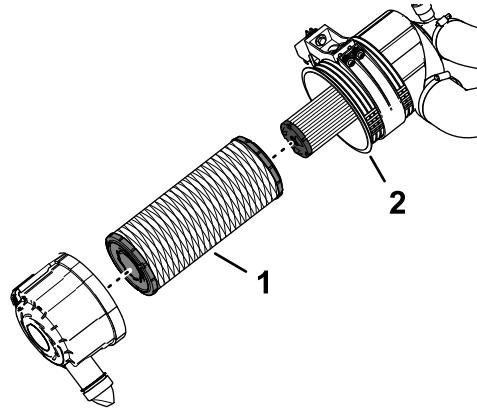

**Figura 108**
4. Tire hacia fuera del enganche y gire la tapa del limpiador de aire en sentido antihorario (Figura 108).